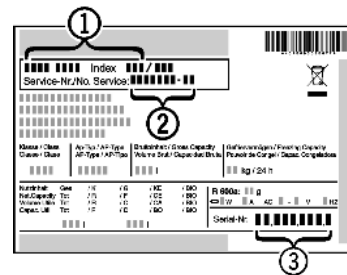

Fig. 16
- ▶ Назва пристрою Fig. 16 (1), сервісний номер Fig. 16 (2) та серійний номер Fig. 16 (3) вказані на табличці типів. Табличка типів знаходиться всередині пристрою, зліва.
- ▶ Повідомте сервісну службу про характер неполадки, назву пристрою Fig. 16 (1), сервісний номер Fig. 16 (2) та серійний номер Fig. 16 (3).